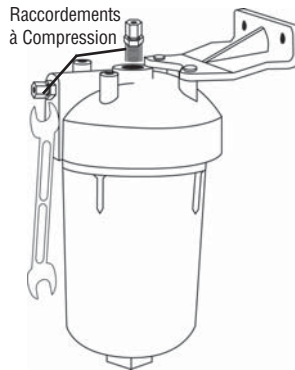

Figure 4
4. Visser un raccordement dans la sortie du filtre (sommet) et l'autre dans l'entrée du filtre (côté). Resserrer les deux raccords à l'aide d'une clé. Ne pas trop serrer. (Figure 4)